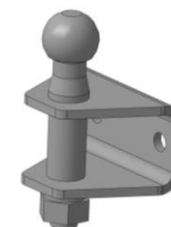

Рис.2
***Сцепной шар кованный заменен на сцепной шар Тр-136 – см. рис.2